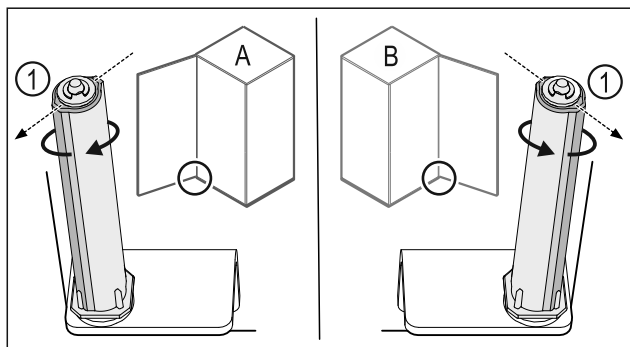

Fig. 48 Tope izquierdo (A) / Tope derecho (B)
- Girar el sistema de cierre contra la resistencia hasta que la barra del sistema de cierre Fig. 48 (1) apunte hacia afuera.